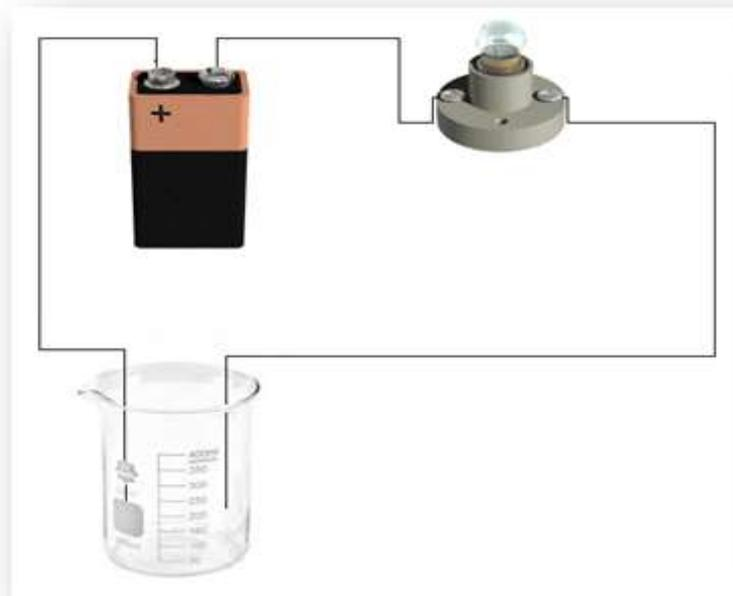

Figura 2
2. Coloquen los extremos de los cables en el vaso rotulado como **agua pura**, como indica la **Figura 2**.
4. Completen con una cruz (X) en el casillero que corresponda de la **Tabla 1**.
6. Coloquen los extremos de los cables en el vaso de precipitado con la **solución I**, como indica la **Figura 2**.
8. Completen con una cruz (X) en el casillero que corresponda de la **Tabla 1**.
10. Coloquen los extremos de los cables en el vaso de precipitado con **solución II**, como indica la **Figura 2**.